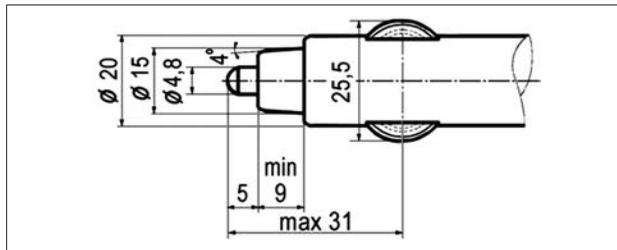

Рис. 18. Вилка для подключения дополнительного электрооборудования
2. Если вилка (разъем) электрического прибора слишком свободно или слишком плотно размещается в розетке, это может привести к плохому контакту или заклиниванию вилки (разъема). Используйте электрические приборы только с вилками (разъемами), указанными на рис.18 или с соединительными элементами, пригодными для использования с разъемами стандарта SAE.